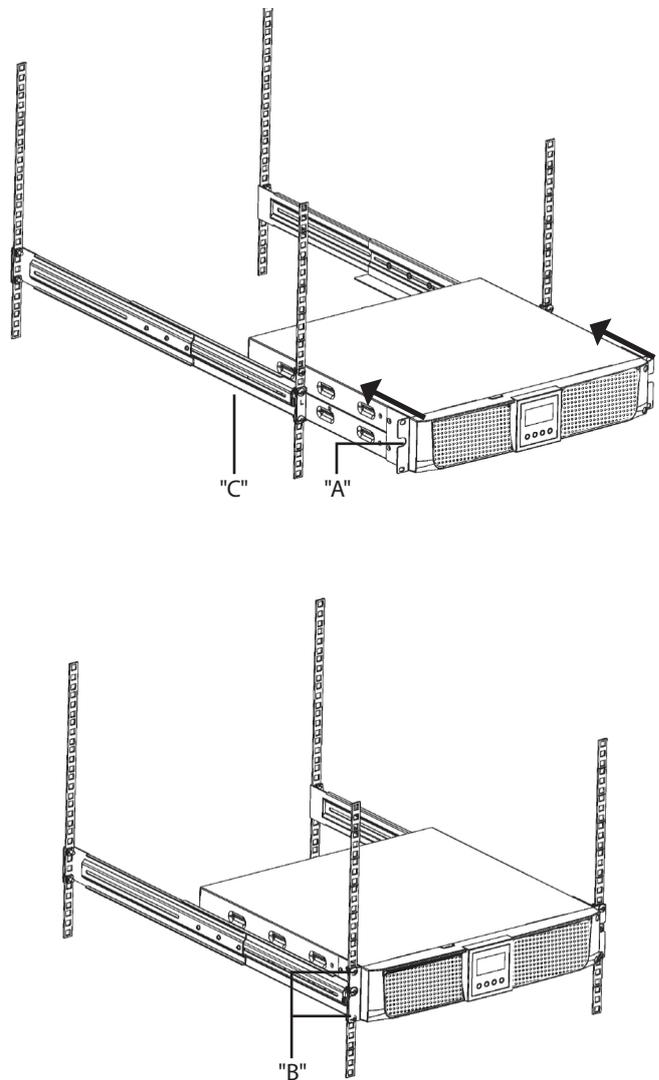

Abb. 9. Rack-Einbau im 19"-Schrank.
- Gehen Sie hierfür wie folgt vor (siehe Abb. 9):